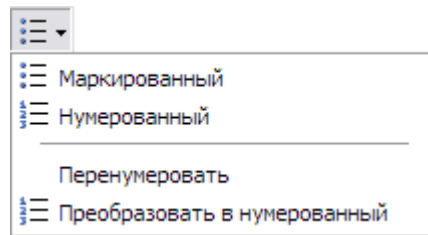
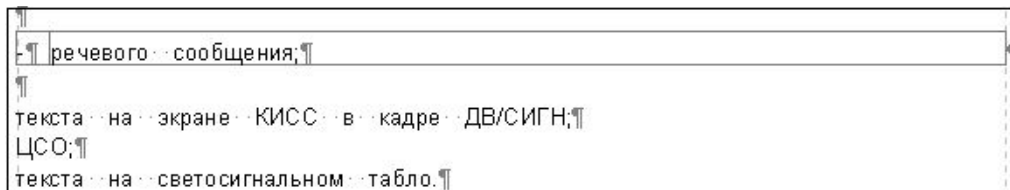

Рис. 3.95
Рис. 3.96
3. Выберите из раскрывшегося списка **Маркированный** (Рис. 3.95). При этом в документе появится строка таблицы, состоящая из двух столбцов (Рис. 3.96). В левом столбце находится маркер (или номер пункта, если выбран нумерованный список). Правый столбец предназначается для ввода текста.
4. Щелкните левой кнопкой мыши в правом столбце и введите или скопируйте туда текст (Рис. 3.96).